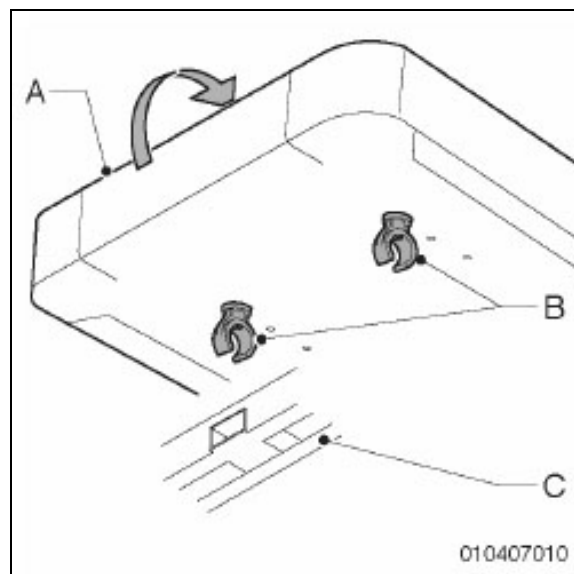

Figure 3.13
1. Tirez le siège (A dans la fig. 3.13) à l'avant vers le haut.
2. Lorsqu'on remet le siège en place, les clips (B dans la fig. 3.13) doivent s'engager autour du tube (C dans la fig. 3.13).